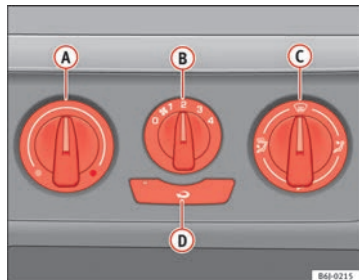

Abb. 91 In der Instrumententafel: Bedienelemente der Heizung
- Drehen Sie den Temperaturregler ⇒ Abb. 91 A nach links.
- Drehen Sie den Temperaturregler ⇒ Abb. 91 A nach rechts, bis die gewünschte Heizleistung erreicht ist.
- Drehen Sie den Temperaturregler ⇒ Abb. 91 A ganz nach rechts auf die höchste Heizleistung.
- Drehen Sie den Temperaturregler ⇒ Abb. 91 (A) in den Heizbereich.
- Drehen Sie den Gebläseschalter (B) in die Gebläsestufen 2 - 3.
- Schließen Sie die Düsen (3).
- Öffnen Sie die Düsen (4) und richten Sie sie auf die Seitenfenster.